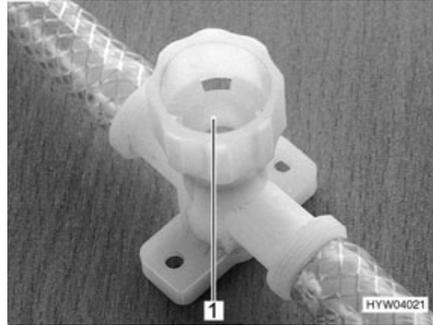

Fig. 139 Robinet de vidange pour Therme
- Fermer le robinet de vidange. Tourner pour cela le capuchon (Fig. 139,1) dans le sens des aiguilles d'une montre.
- Ouvrir le robinet de vidange du Therme. Tourner pour cela le capuchon (Fig. 139,1) dans le sens inverse des aiguilles d'une montre.